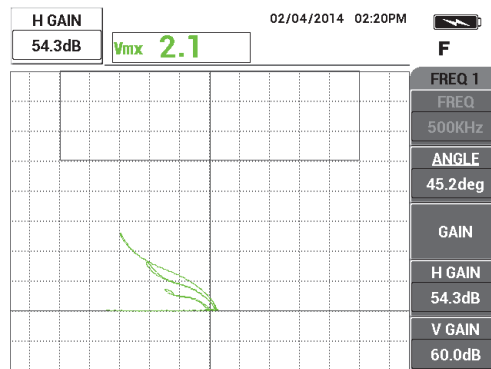

Abbildung 5-5 Einstellen der horizontalen Verstärkung
- Drücken Sie zweimal die Direktzugriffstaste **GAIN (dB)**, um **H VERST** oben in der linken Ecke auf dem Bildschirm anzuzeigen und verringern Sie mit dem Drehknopf die horizontale Verstärkung bis das Signal von der größeren Nut ca. 3 Skalenteile vom Fadenkreuz liegt (siehe Abbildung 5-5 auf Seite 138).